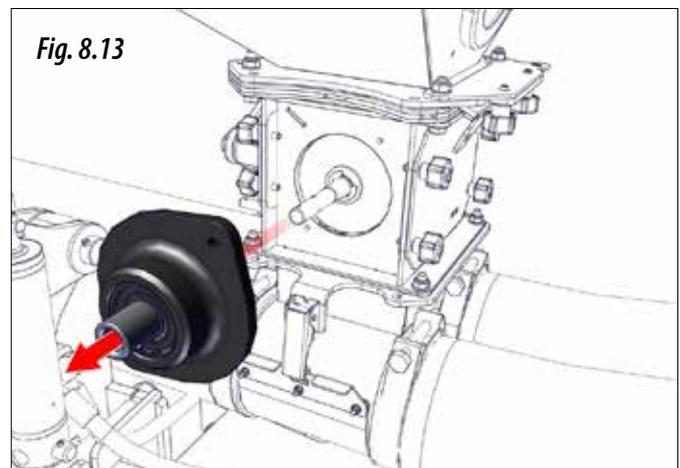
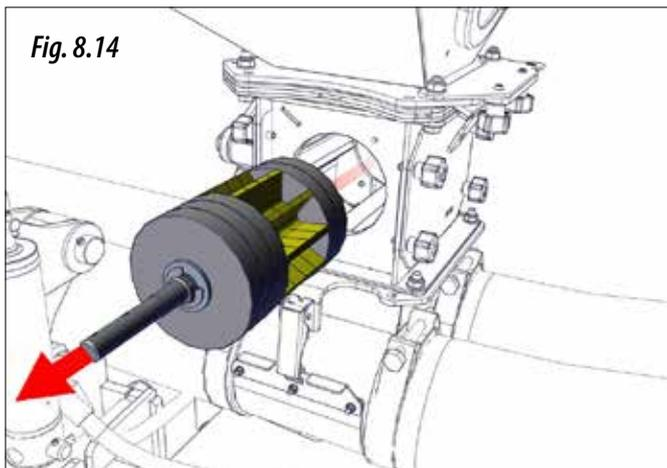

Fig. 8.13
Fig. 8.14
- 3- Sacar el apoyo lateral (Fig. 8.13) y extraer el rodillo (Fig. 8.14).